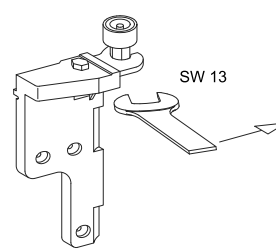

Рис.3 Направляющий ролик установите в опорную пластину и затяните рожковым ключом SW13
- C Направляющий ролик (6) установите в опорную пластину угловой опоры D (8) и угловой опоры (15) и затяните рожковым ключом SW13, см.рис.3.
- D Установите все декоративные накладки. Обрежьте и установите декоративную накладку (20).